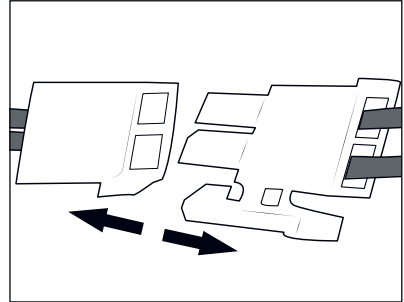

Afb. 16
- 1) Draai de beide schroeven van de klep van het accuvak 26 (zie afb. 16) aan de onderkant van het apparaat los met een kruiskopschroevendraaier en haal ze uit het apparaat. Haal de klep van het accuvak 26 van het apparaat af.